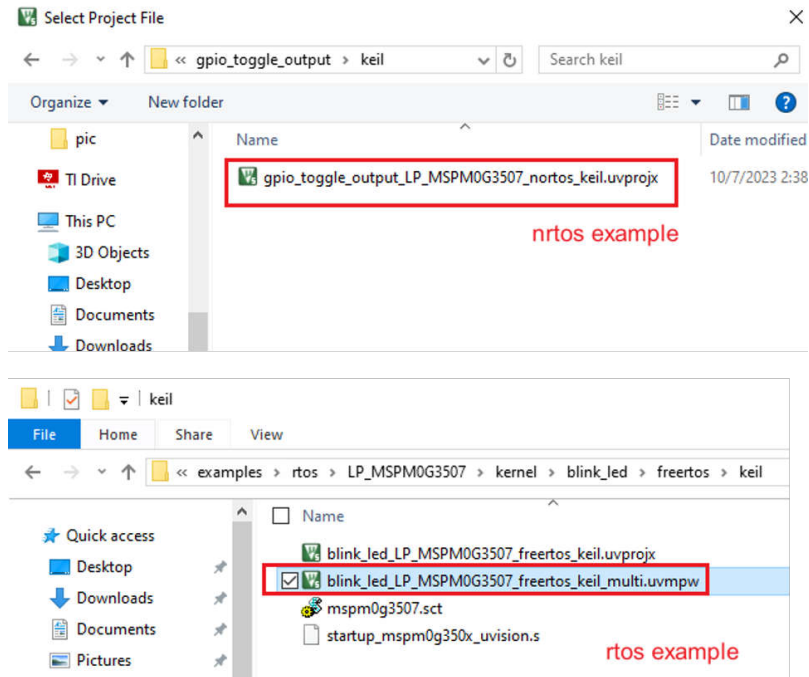

图 3-44. 选择 Keil 工程
2. 从 SDK 中选择一个演示工程。对于 nortos 示例，请使用 .uvprojx 工程文件。对于 RTOS 示例，请使用 .uvmppw 工作区文件。图 3-44 展示了一个示例。